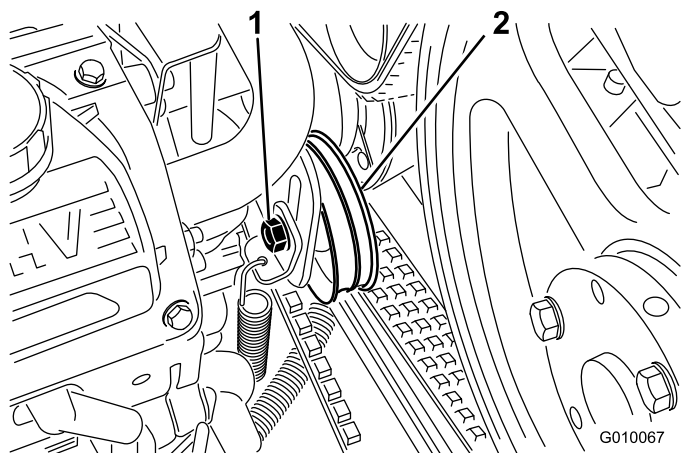

図 57
3. ポンプ・ベルトのアイドラを調整スロットの範囲内で動かせる程度に、アイドラのボルトをゆるめる (図 57)。